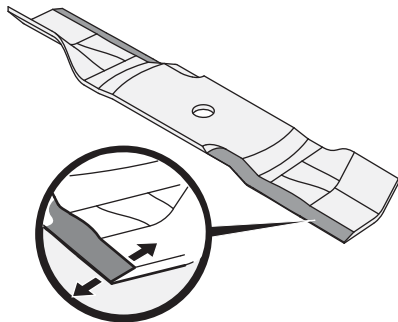

Figure 4-20
3. Pour aiguiser correctement les lames de coupe, aiguissez les deux tranchants des lames de façon égale, parallèlement à la voile, à un angle de 25 à 30 degrés. Voir Figure 4-20.